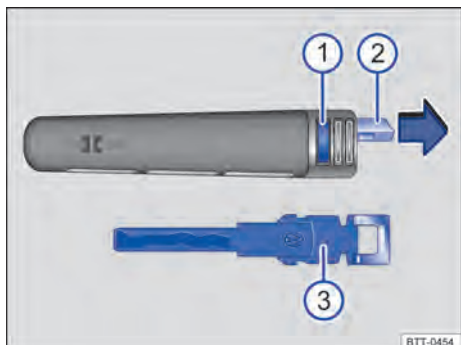

Fig. 24 Chave do veículo: pressionar o botão ① e retirar a chave de emergência ③ do olhal ②.
Na chave do veículo se encontra uma chave de emergência \Rightarrow Fig. 24 ③ para destravamento e travamento manual.
Na chave do veículo \Rightarrow Fig. 24: